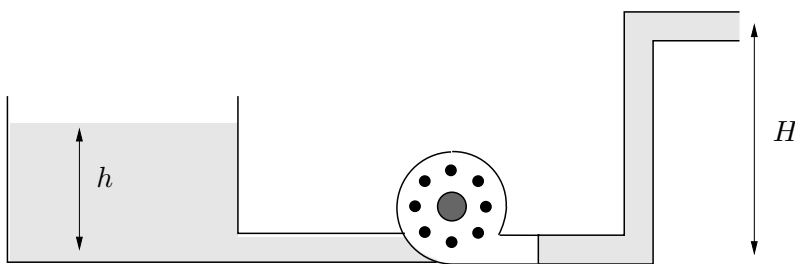

FIGURE 3 – Elévation du liquide par une pompe
1. Quelle est la puissance de la pompe nécessaire ? (figure 3) On la calculera dans le cas le plus défavorable, où la citerne est quasiment vide.